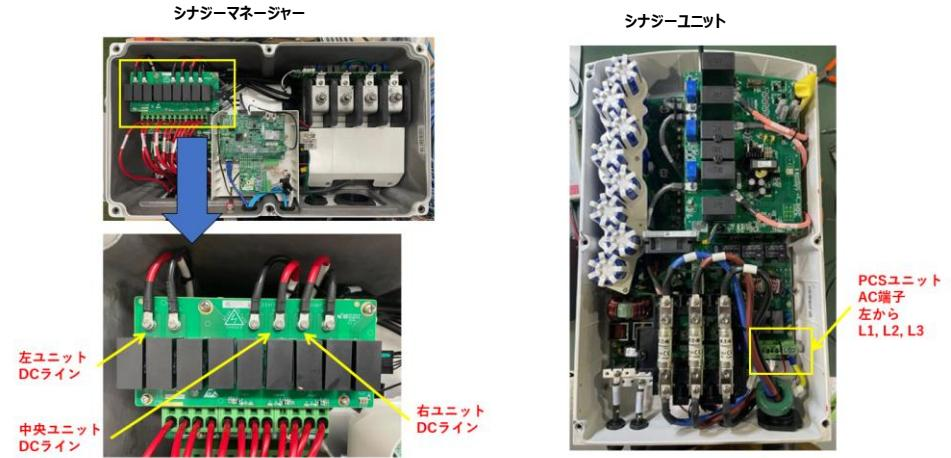

図 1
- ①シナジーマネージャー、各 DC ストリング、シナジーユニット 3 台の接続ケーブルを全て外す
- ② DC ストリングそれぞれの絶縁測定（※参照：絶縁不良のトラブルシューティング-アプリケーションノート内、P9「絶縁抵抗計を使用」のストリングレベルでの絶縁抵抗計測方法）
- ③シナジーマネージャーの絶縁測定（※計測箇所は、図 1 参照）
- ④シナジーユニット 3 台のそれぞれの絶縁測定（※計測箇所は、図 1 参照）
⑤シナジーマネージャー、各 DC ストリング、シナジーユニット 3 台を全て接続する
⑥ すべて接続した状態で上記③、④のいずれかで絶縁測定（※計測箇所は、図 1 参照）